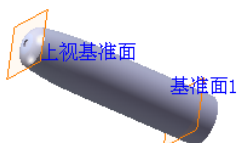

图 3.31.4 基准面 1
Step3. 创建图 3.31.4 所示的基准面 1。选择下拉菜单 **插入(I)**  **参考几何体(G)**  **基准面(E)...** 命令，选取上视基准面作为基准面的参考实体，单击  按钮，并在其后的文本框中输入数值 46.0，选中  **反转** 复选框；单击  按钮，完成基准面 1 的创建。